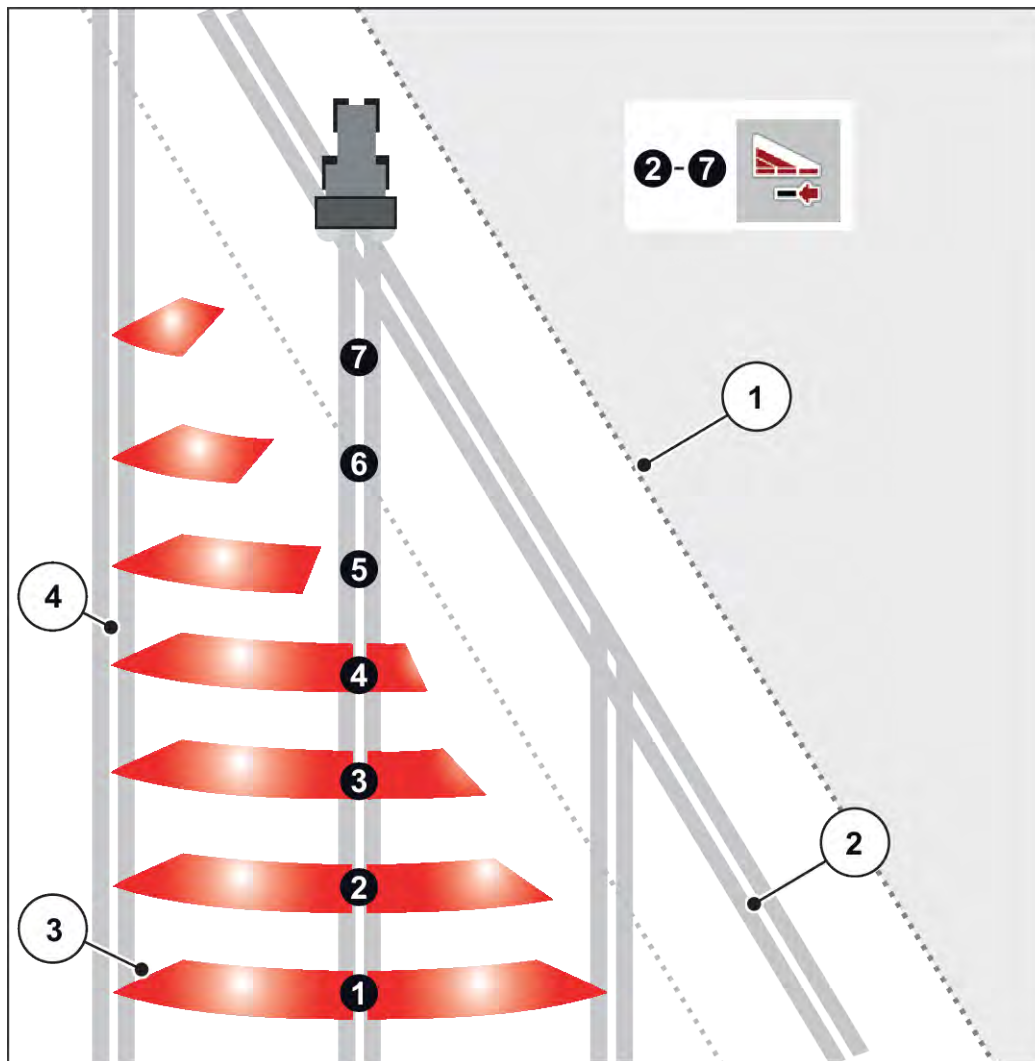

Fig. 42: Automatisk delbreddsomkoppling
- Delbreddsomkopplingen är möjlig utifrån och inåt eller inifrån och utåt. Se Fig. 42 Automatisk delbreddsomkoppling.